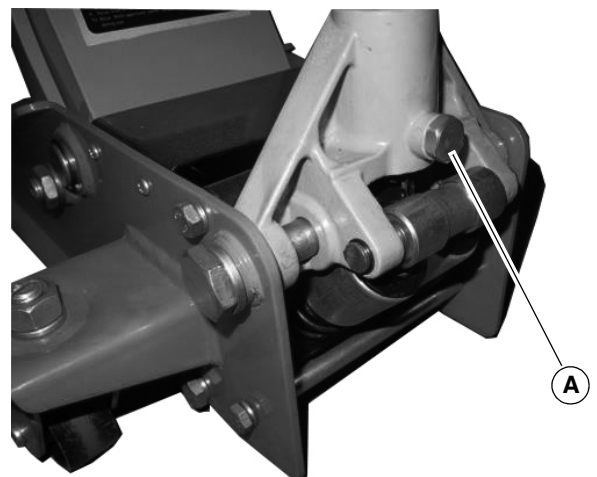

Abb. 5: Feststellschraube
Schritt 2: Entnehmen Sie die Feststellschraube (Pos. A, Abb. 5) aus der Pumphebelfassung.
Schritt 4: Ziehen Sie die Feststellschraube (Pos. A, Abb. 5) fest.